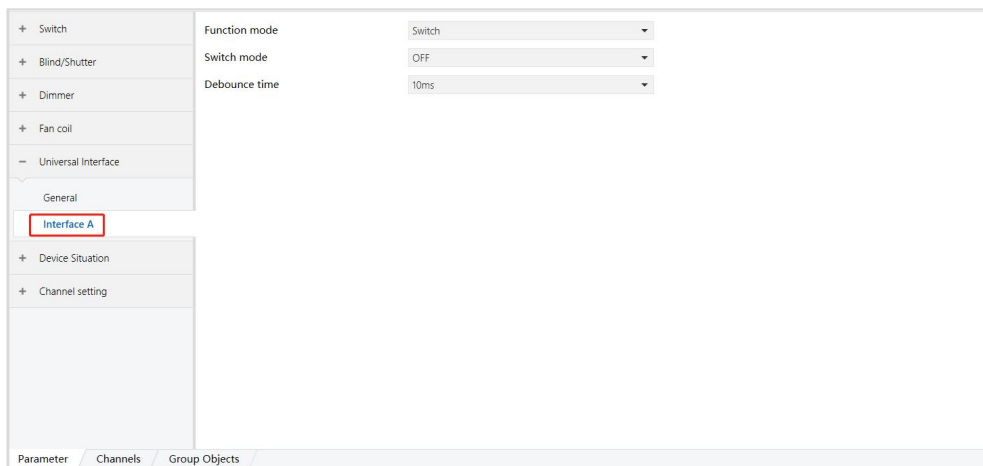

图 6.5.3
2) 当参数 “Universal Interface X” (X=A~D)选择 “Enabled ”时启用，下面以 “Universal Interface A” 为例，如图 6.5.3。